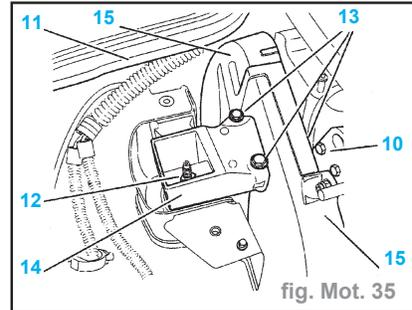

fig. Mot. 35
- Mettre en place le palonnier équipé de ses chaînes sur la patte d'élingage (**10**) et le mettre en tension (fig. Mot. 35).
- le support moteur (14) (fig. Mot. 35)
- les éléments (15) du carter de distribution
- l'écrou (12) : serrage à 4,5 daN.m
- les 3 vis (13) : serrage à 4,5 daN.m
- la poulie de vilebrequin (9)
- les vis (8) : serrage à 1 daN.m
- le galet-tendeur (7)
- la courroie d'entraînement des accessoires (6)